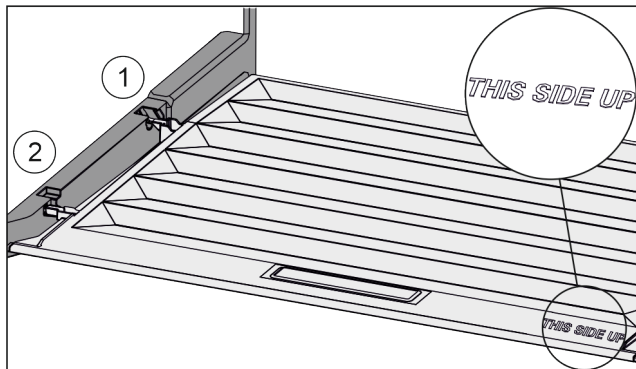

Fig. 60
- ▶ Dekselranden via de opening van de achterste houder Fig. 60 (1) aanbrengen en van voren in de houder Fig. 60 (2) klikken.